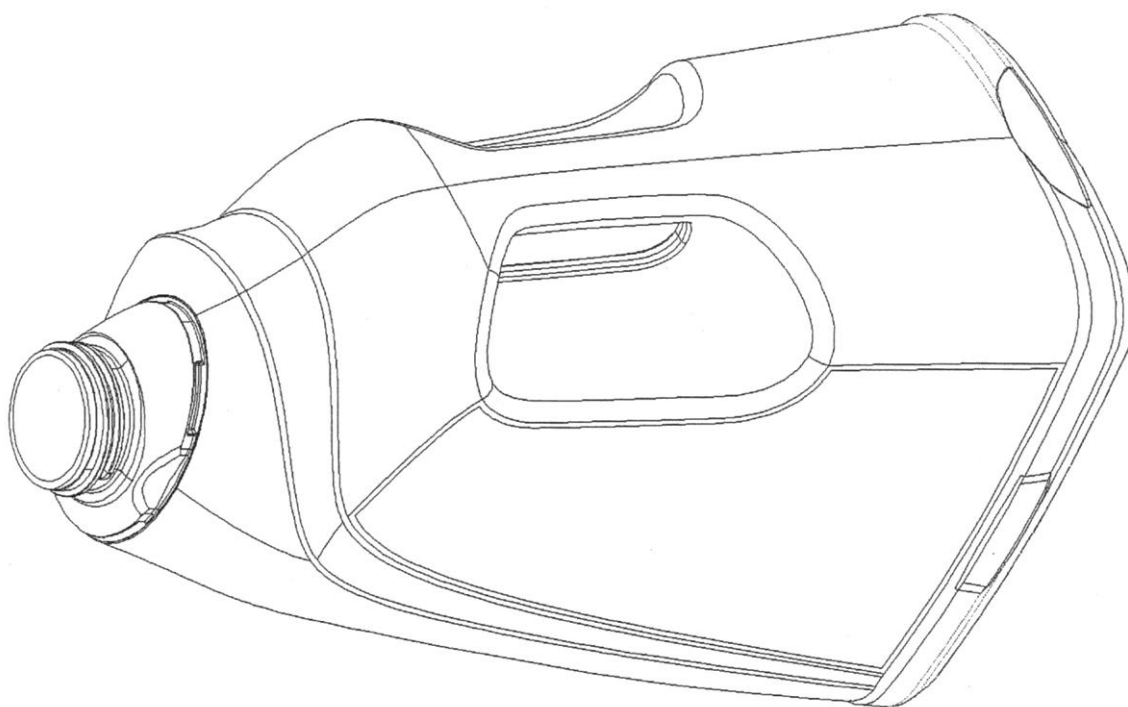

Fig. 1
- fig. 1 przedstawia odmianę 1 butelki w widoku ogólnym,